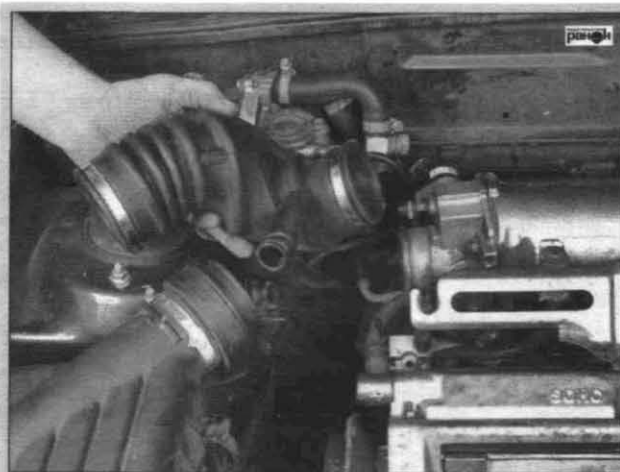

Рис. 3.20. Снятие воздушного патрубка
- снять воздушный патрубок с корпуса дроссельной заслонки, отсоединить трубку вентиляции картера (рис. 3.20);